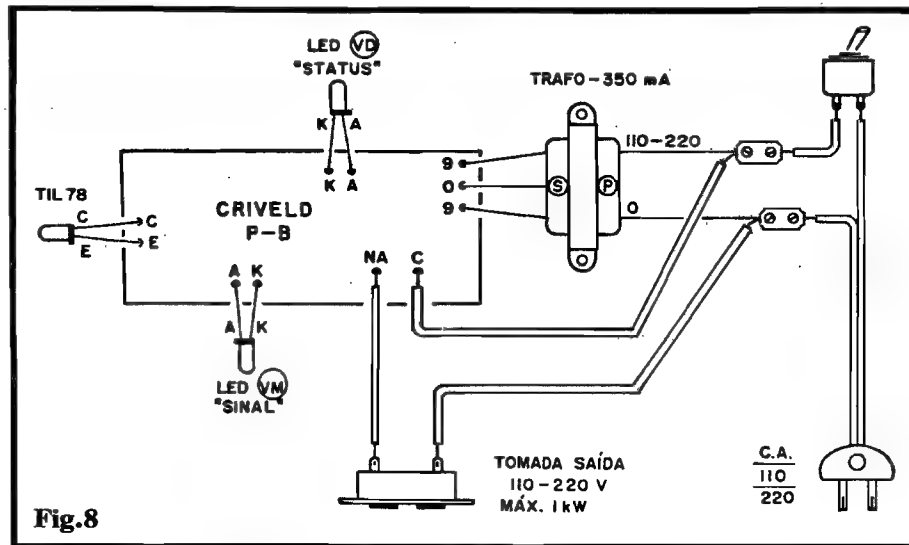

Fig.8
- FIG. 8 - CONEXÕES EXTERNAS À PLACA "B" - Exige mais atenção ainda, já que são várias as conexões externas, todas importantes: tanto o foto-transistor quanto os LEDs indicadores (vermelho para "sinal" e verde para status) têm terminais polarizados e que não podem ser colocados/soldados invertidos nos respectivos furos... CUIDADO, portanto! Também cuidadosas devem ser as providências de ligação entre a placa, transforma-